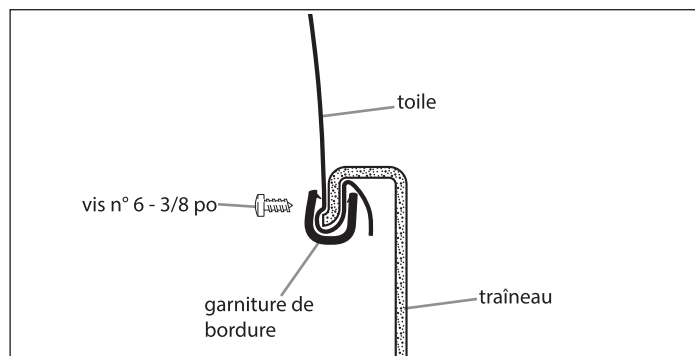

FIGURE 11
18. Fixer la garniture de bordure avec les quinze (13) vis à tôle n° 6 x 3/8 po fournies. Une visseuse avec un embout à tête Phillips est conseillée, mais pas indispensable, pour cette étape. **VOIR FIGURE 11**